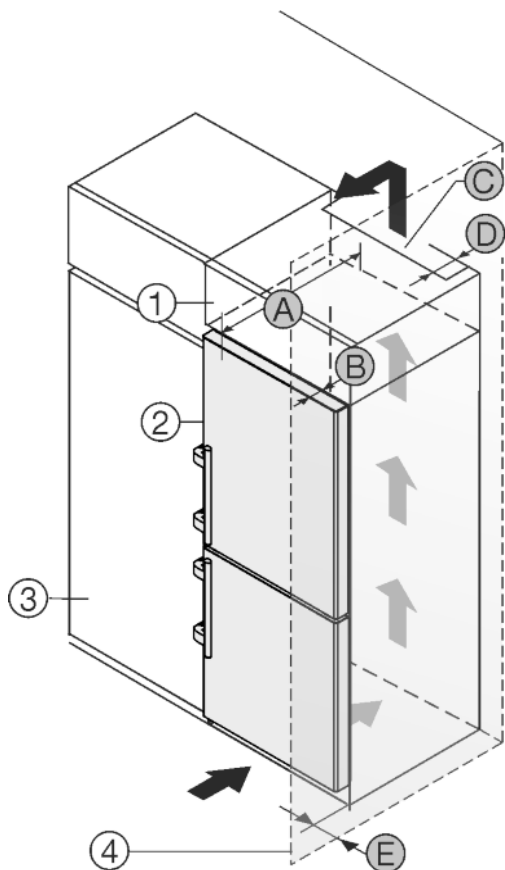

Fig. 13
Het apparaat kan in keukenkasten worden ingebouwd. Om het apparaat Fig. 13 (2) aan de hoogte van het keukenblok aan te passen, kan boven het apparaat een opzetkast Fig. 13 (1) worden aangebracht.
Het apparaat kan direct naast de keukenkast Fig. 13 (3) worden geplaatst. Om de deuren volledig te kunnen openen, moet het apparaat overeenkomstig de diepte Fig. 13 (B) t.o.v. het keukenkastfront uitsteken. Afhankelijk van de diepte van de keukenkast en het gebruik van de wandafstandhouders kan het apparaat verder uitsteken.
- Aan de achterzijde van de opzetkast moet een luchtafvoerkanaal met de diepte Fig. 13 (D) over de volledige breedte van de opzetkast aanwezig zijn.
- Onder het plafond moet de ventilatiedoorsnede Fig. 13 (C) worden aangehouden.
Wanneer het apparaat met de scharnieren naast een wand Fig. 13 (4) wordt geplaatst, moet de afstand Fig. 13 (E) tussen apparaat en wand worden aangehouden. Dit komt overeen met de uitsteekmaat van de handgreep bij geopende deur.